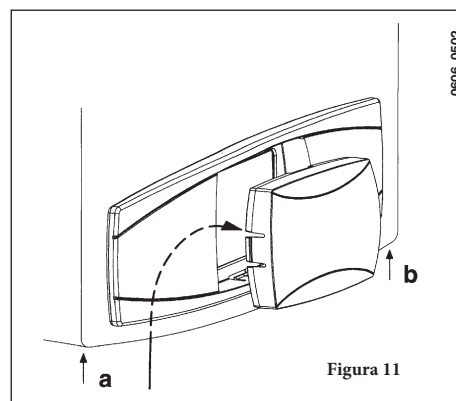

Figura 11
1. Deșurubați cele două șuruburi (a-b, figura 11) care fixează carcasa pe centrală;
2. Trageți ușor carcasa și împingeți cu mâna spre exterior capacul panoului frontal (figura 11);
4. Închideți carcasa, fixând-o cu șuruburile pe centrală (figura 11).